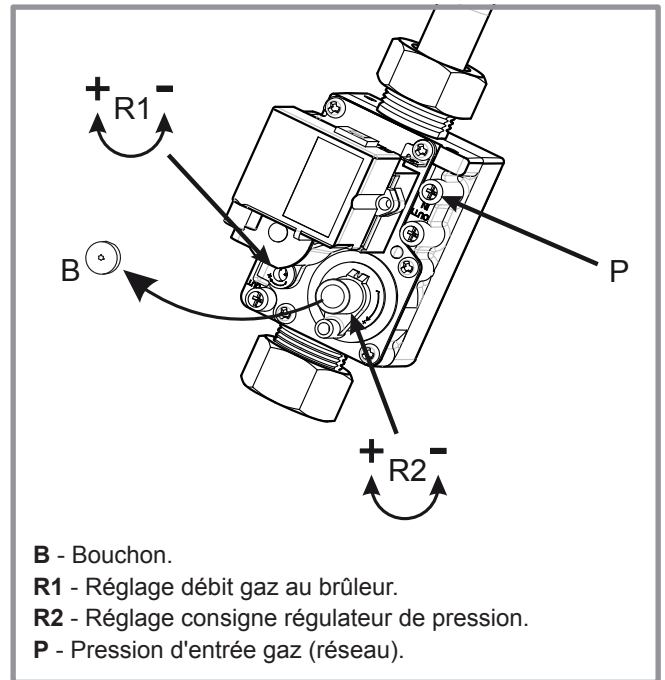

figure 41 - Vanne gaz
- Si nécessaire, ajuster le taux de CO₂ en réglant le débit gaz au brûleur (vis repère R1, *figure 41*).
- Si nécessaire, ajuster doucement la consigne du régulateur de pression (vis repère R2, *figure 41*).